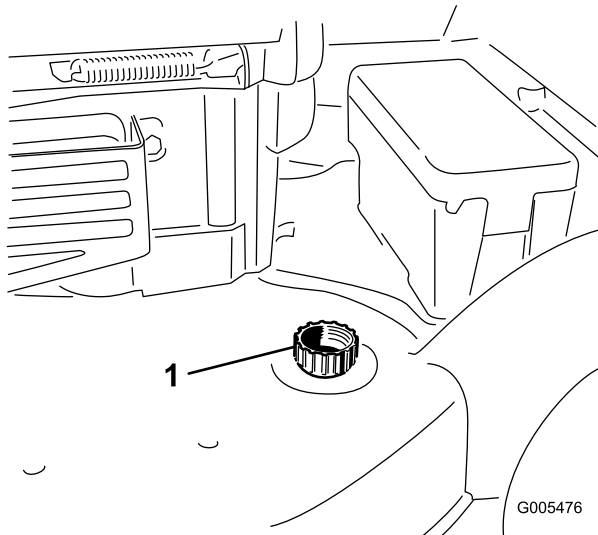

Figure 51
3. Branchez un tuyau d'arrosage, relié à une arrivée d'eau, au raccord de lavage du carter de la tondeuse (Figure 51).